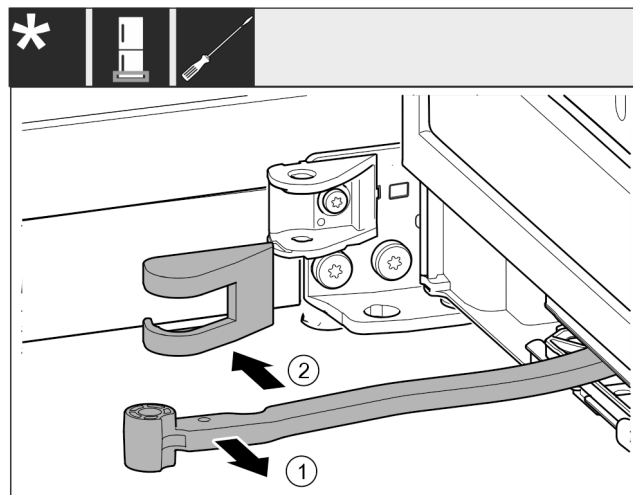

Fig. 17
- ▶ Forgassa az ajtó irányába a csuklót Fig. 17 (1).
- ▶ Távolítsa el a csapágybak fedelét Fig. 17 (2).